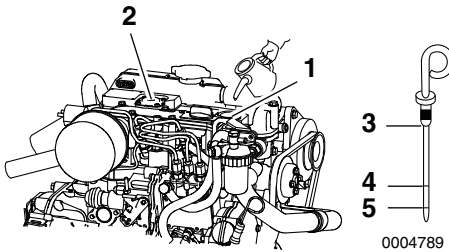

Figura 6
2. Rimuovere l'astina (Figura 6, (3)) e asciugarla con un panno pulito.
4. Rimuovere l'astina. Il livello dell'olio dovrebbe essere fra le linee superiore (Figura 6, (4)) e inferiore (Figura 6, (5)) dell'astina.
1. Rimuovere il tappo giallo dallo sportellino del serbatoio dell'olio (Figura 6, (1)) sulla copertura del bilanciere (Figura 6, (1)) e rabboccare l'olio motore.
2. Rabboccare l'olio motore fino al limite superiore (Figura 6, (4)) dell'astina (Figura 6, (3)).